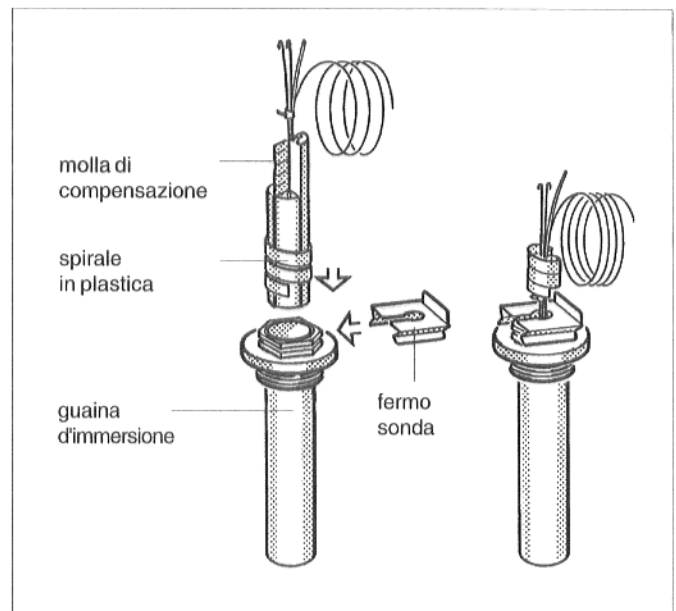

Fig. 17: Guaina d'immersione e sonda temperatura
- Introdurre fino alla battuta le sonde temperatura nella guaina d'immersione. La spirale di plastica viene espulsa automaticamente. La molla di compensazione deve essere anche spinta contemporaneamente nella guaina d'immersione (Fig. 17).
- Premere da sopra o lateralmente l'arresto di sicurezza delle sonde (fornito a corredo dell'apparecchio di regolazione) sulla testa della guaina (Fig. 17).